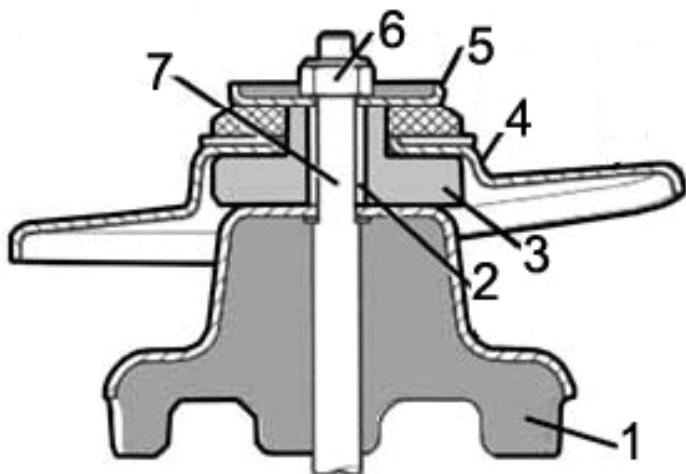

Fig. 10
- Einzelteile des Federbeins abnehmen (Fig. 10).
- Remove the components of the suspension strut (Fig. 10).
- Retirer les pièces détachées de la jambe de force (Fig. 10).
- Desmontar las partes individuales de la columna de suspensión (Fig. 10).